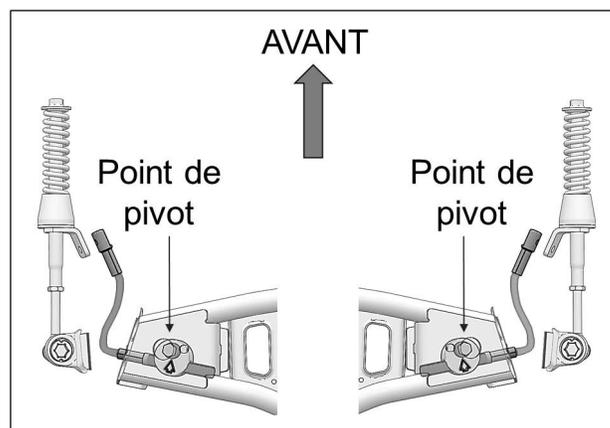

Fig. 28
15. À l'assemblage, assurez-vous que le point de pivot du disque en aluminium soit positionné en avant du câble du limiteur de conduite. Voir la Fig. 28